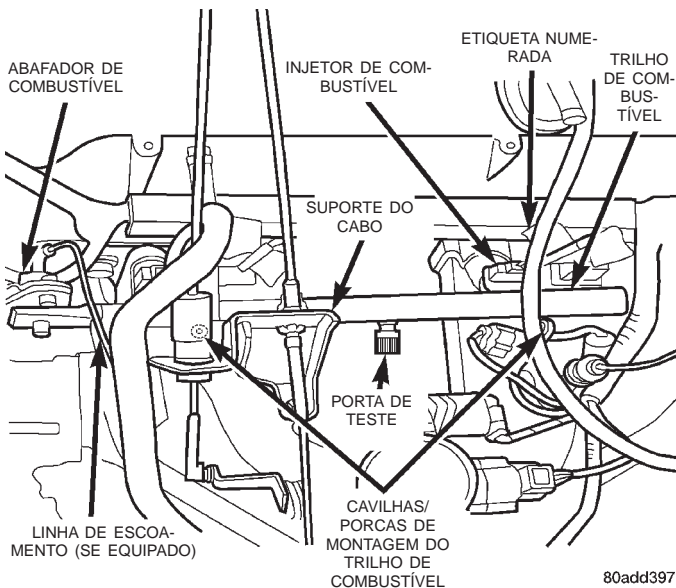

Fig. 30 Montagem do Trilho de Combustível— Motor 2.5L
- (1) Retire a tampa do tubo de abastecimento do reservatório de combustível.
- (2) Execute o “Procedimento de Liberação da Pressão do Sistema de Combustível”, conforme descrito neste grupo.
- (3) Desconecte o cabo negativo da bateria.
- (4) Retire o tubo de ar na parte superior da carcaça do estrangulador. Observação: Alguns motores/veículos podem requerer a retirada dos dutos do filtro de ar na carcaça do estrangulador.
- (5) Retire os conectores elétricos do chicote de fiação dos injetores em cada injetor. Cada conector dos injetores deverá ter uma etiqueta numerada, identificando seu cilindro correspondente (Fig. 30). Caso contrário, identifique cada conector antes da retirada.
- (6) Desconecte a linha de escoamento do abafador de combustível (se equipado).
- (7) Desconecte o prendedor de lingüeta da linha de alimentação do combustível e a linha de combustível do trilho de combustível. Consulte “Encaixes de Conexão Rápida”, neste grupo, para obter informações sobre os procedimentos.
(8) Desconecte o cabo do estrangulador da carcaça do estrangulador. Consulte “Remoção/Instalação do Cabo da Válvula”, neste grupo, para obter informações sobre os procedimentos.
(9) Desconecte o cabo de controle de velocidade da carcaça do estrangulador (se equipado). Consulte “Cabo de Controle de Velocidade”, no Grupo 8H, “Sistema de Controle de Velocidade”, para obter informações sobre os procedimentos.
(10) Desconecte o cabo da transmissão automática da carcaça do estrangulador (se equipado).
(11) Retire o suporte de encaminhamento do cabo (Fig. 30) do tubo de admissão.
(12) Retire a porca que prende o chicote de fiação enroscada do sensor da posição do eixo de manivelas no pino prendedor do trilho de combustível. Retire a braçadeira e o chicote de fiação do pino prendedor do trilho de combustível.
(13) Limpe a sujeira/detrito de todos os injetores de combustível no tubo de admissão.
(14) Retire as cavilhas/porcas de montagem do trilho de combustível (Fig. 30).
(15) Retire o trilho de combustível, girando cuidadosamente até que os injetores de combustível estejam fora do tubo de admissão.